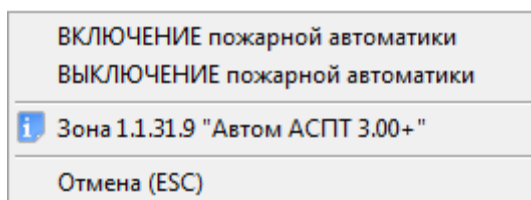

Рисунок 8-145 Контекстное меню для входа с типом "Режим автоматического запуска"
- Управление включением автоматического запуска пожаротушения и выключением автоматического запуска пожаротушения (см. Рисунок 8-145);